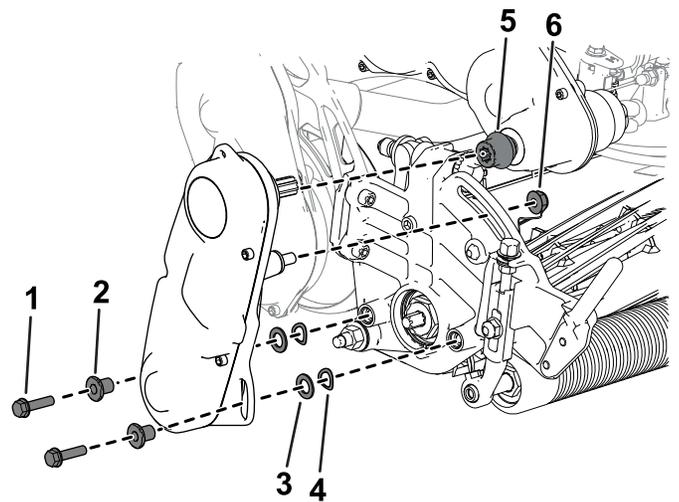

Figura 34
3. Retire el conjunto de la transmisión del molinete de la unidad de corte (Figura 34) y conserve los herrajes.